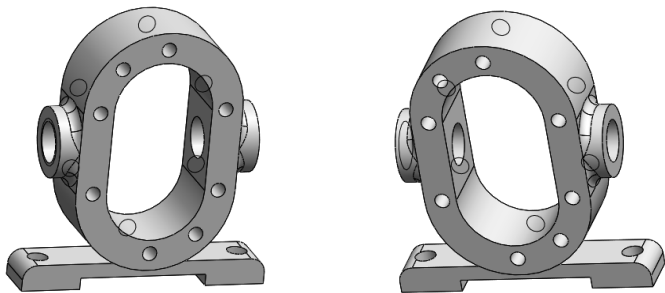

图 12-232 零件工程图
以如图 12-232 所示的零件为例，按照前面的操作方法，具体介绍其绘制方法。
- 02 在“打开”对话框中选定文件名为“clbjz”, 然后单击“OK”按钮, 或者双击所选定的文件, 即打开所选文件, 如图 12-232 所示。